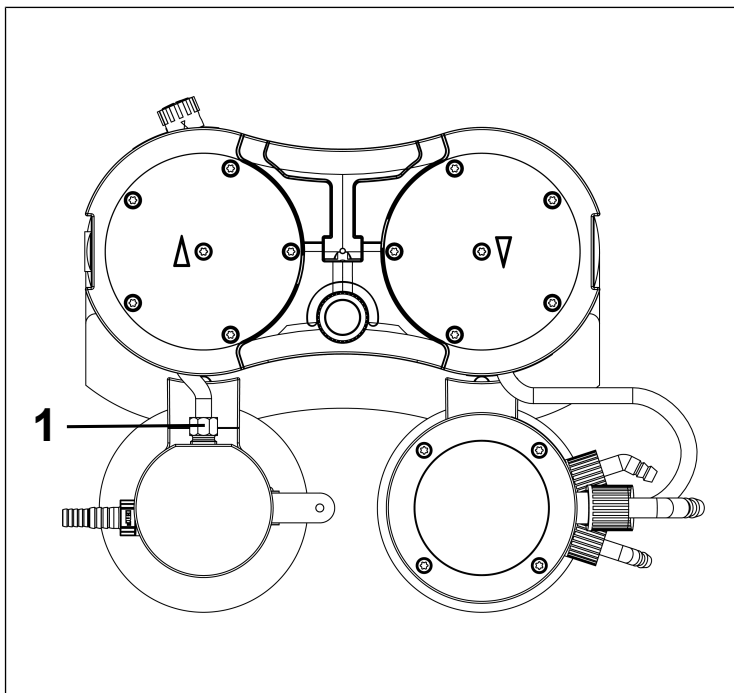

Fig.10: Allentamento del collegamento tubo flessibile
1. Allentare la vite a risvolto del collegamento tubo flessibile (1/Fig. 10) dal componente del sistema per vuoto.
- i** Per allentare la vite a risvolto del collegamento tubo flessibile separatore (1/Fig. 10), utilizzare all'occorrenza una chiave fissa di ampiezza 14.
10. Avvitare a fondo la vite a risvolto del collegamento tubo flessibile separatore (1/Fig. 10) sull'adattatore del separatore.
i Per serrare la vite a risvolto del collegamento tubo flessibile separatore (1/Fig. 10), utilizzare all'occorrenza una chiave fissa di ampiezza 14.